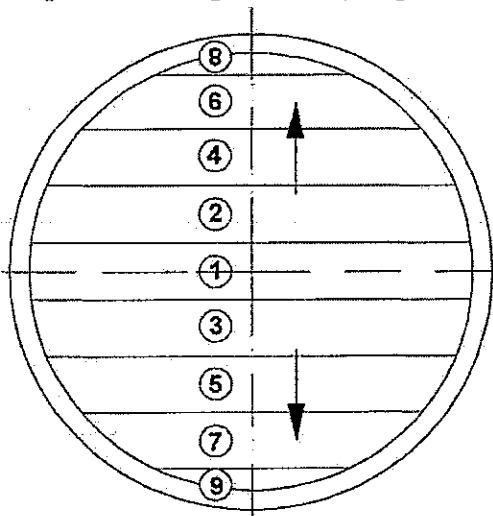

Рис. 20
- При листах длиной во всю панель точка начала операции также устанавливается на панели 1, но от края, и сперва закрывается одна половина, а затем другая.. Если имеется достаточно персонала, то работа может вестись на обеих сторонах одновременно (см. рис. 20).